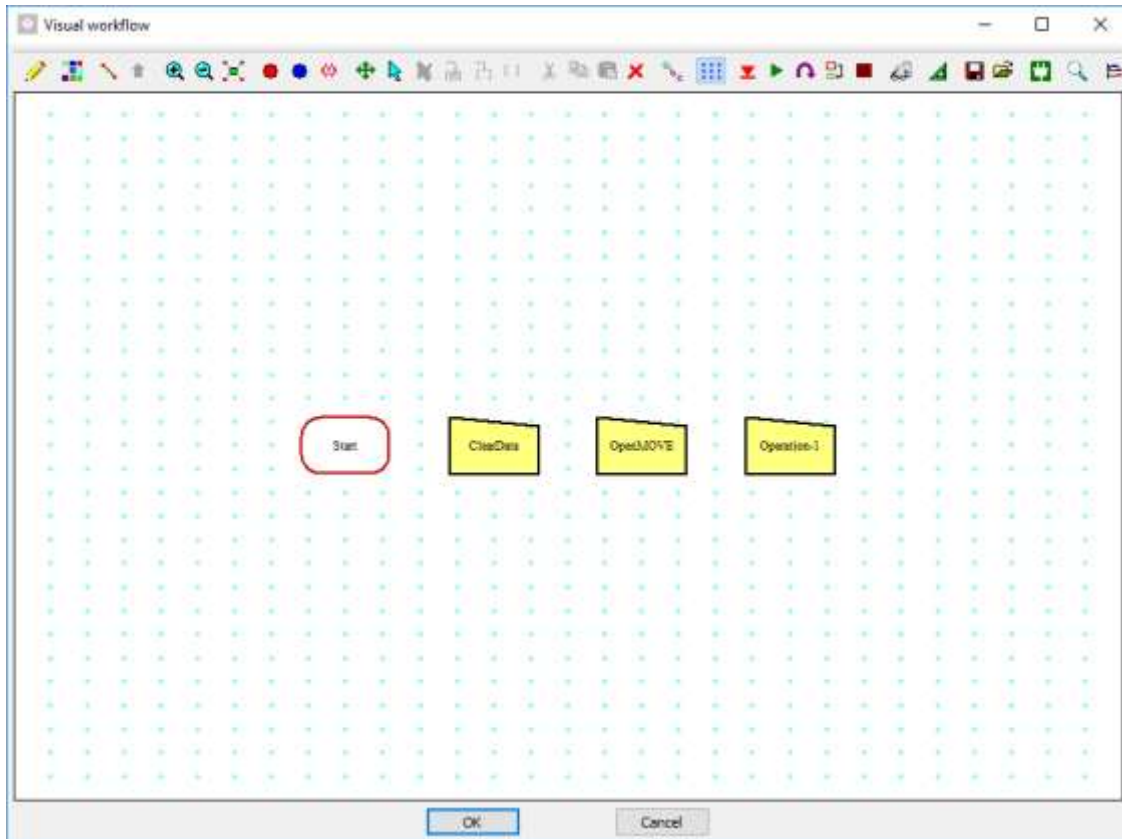

Рисунок 30: Створений візуальний редактор робочого циклу з трьома операціями (*ClearData*, *OpenMOVE* та *Operation-1*).
69. У візуальному редакторі робочого процесу клацніть лівою кнопкою миші праворуч від елемента операції *OpenMOVE*. У вікні з'явиться елемент операції *Operation-1* (рис. 30).